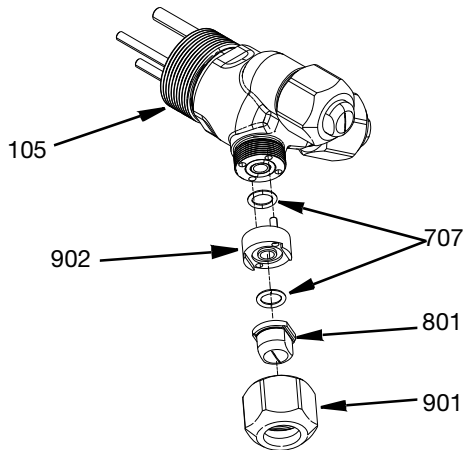

Рис. 5
1. Вставьте уплотнительное кольцо (707) в 3-портовый адаптер (105).
2. Поместите уплотнительное кольцо в каждый адаптер уплотнения сопла (902). Затем вставьте сопла (801) в адаптер уплотнения сопла (902), удостоверившись, что сопло заведено в адаптер уплотнения сопла.
3. Совместите штифты адаптера уплотнения сопла (902) с 3-портовым адаптером (105) и закрепите соединение с помощью стопорной гайки (901) Затяните с усилием 15 фут-фунтов (20,34 Н•м). См. Рис. 5.